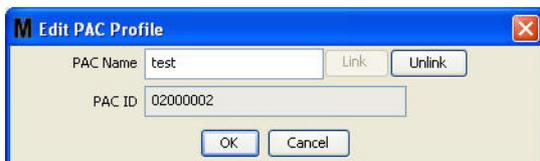

ABB. 117
- Das in ABB. 117 gezeigte Fenster „PLS-Profil bearbeiten“ erscheint. Um den Namen der PLS zu ändern, geben Sie im Fenster „PLS-Name“ einen neuen Namen ein und klicken Sie auf „OK“, um das Fenster zu schließen und die Änderungen zu speichern.